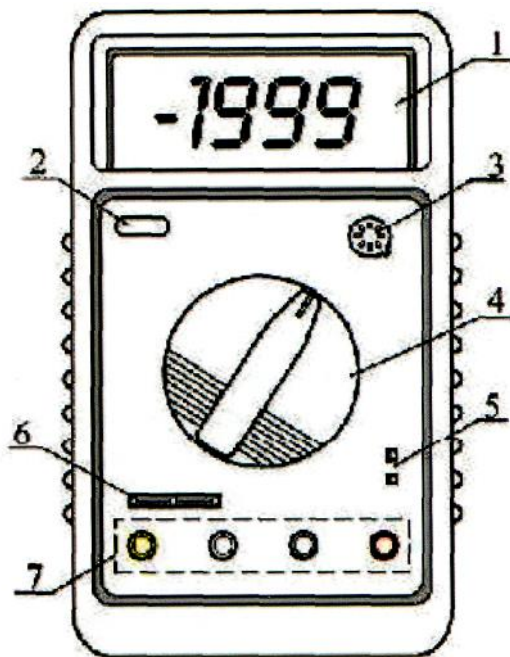

Рис. 1.6.1 Лицевая панель мультиметра:
3. Переключения между режимами работы мультиметра производятся с помощью поворотного переключателя (рис.1.6.1). По окончании измерений необходимо установить переключатель в положение OFF, для предотвращения разряда батареи.
Внимание! Если положение переключателя режимов не изменяют в течение 10 минут, мультиметр автоматически выключается. Для продолжения работы необходимо дважды нажать кнопку 2 (рис.1.6.1).